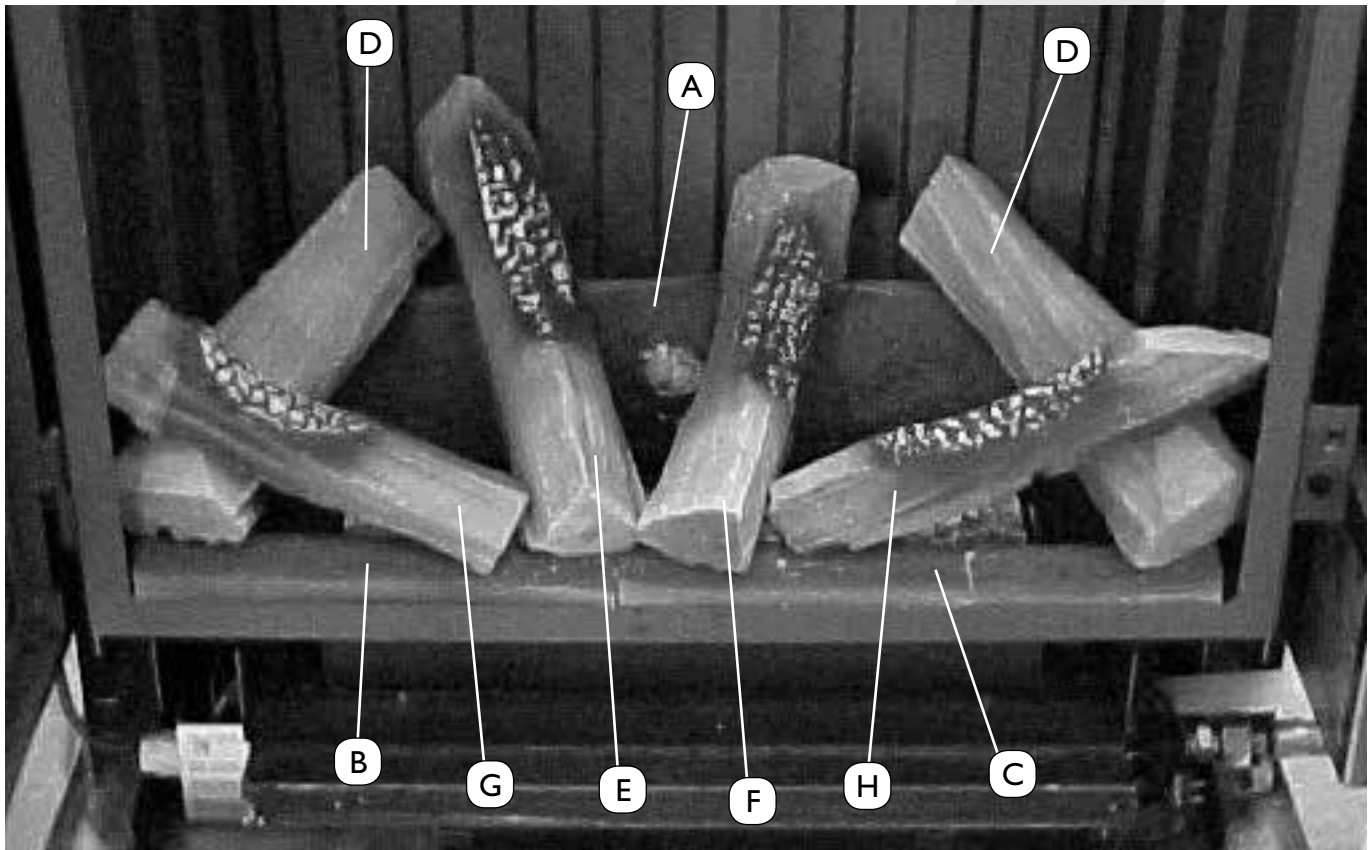

fig. 4b
- Plaats de voorstammen (B en C) met de schors naar boven, zoals in fig. 4b is aangegeven.
- Plaats vervolgens de overige blokken (D, E, F, G en H) zoals in fig. 4b is aangegeven.